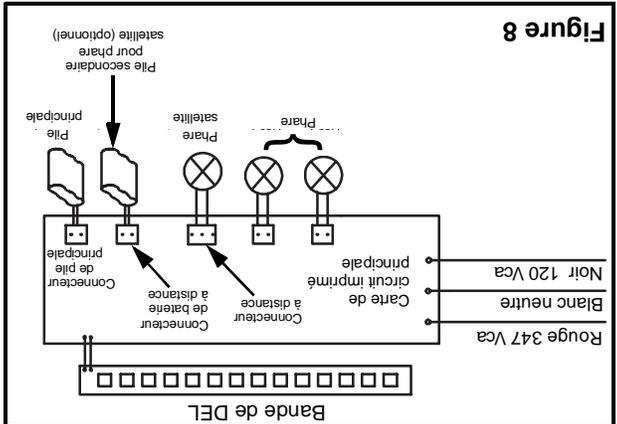

Figure 8
- e. Passer les fils d'alimentation CA par le trou au centre du panneau arrière et effectuer les connexions nécessaires (voir étape 6 et fig. 8).
- d. Faites passer les fils par le trou du pavillon de recouvrement et effectuer les connexions appropriées (voir figure 8) :